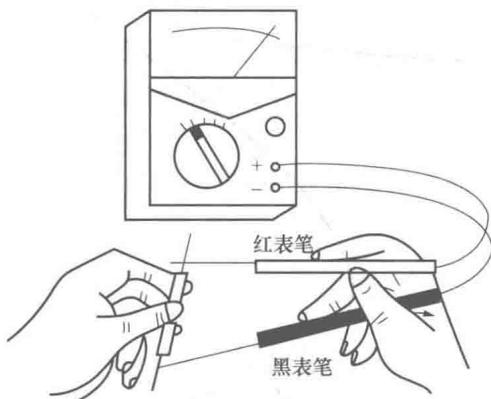

图 1.1-6 用万用表测量电阻
(2)用两表笔分别接触被测电阻两引脚进行测量(见图 1.1-6)。正确读出指针所指电阻的数值，再乘以倍率(“ $R \times 100$ ”挡应乘 100，“ $R \times 1K$ ”挡应乘 1 000、……)就是被测电阻的阻值。